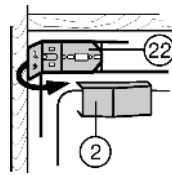

Fig. 17
- ▶ Seitenteil des Befestigungswinkels Fig. 17 (22) einklappen.
- ▶ Abdeckung Fig. 17 (2) wieder aufrasten.
- ▶ Alle Löcher mit Stopfen Fig. 17 (30,5) verschließen.